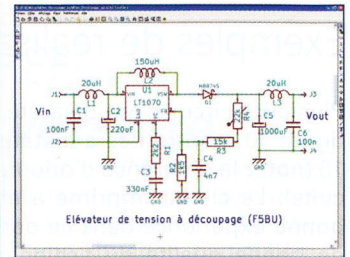
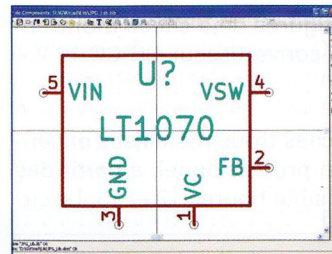

Figure 2, l'éditeur de schéma
Figure 3, l'éditeur de symboles
- EESchema est l'éditeur de schémas (figure 2) incluant aussi l'éditeur de symboles (figure 3).